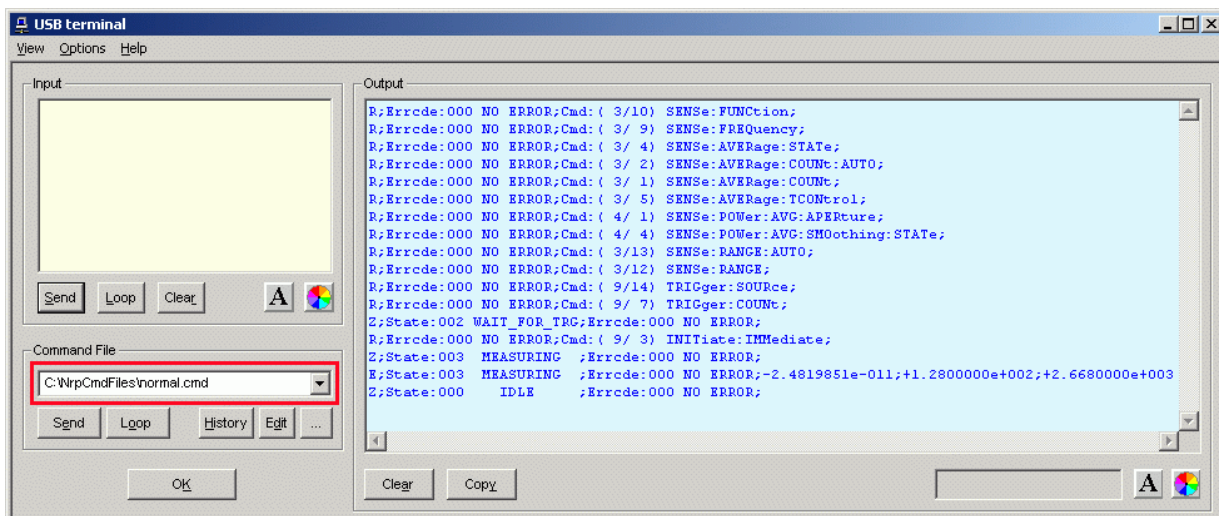

Bild 3-2 Senden von Befehlen über Command Files
| Bild 3-2 | Senden von Befehlen über Command Files .....                              | 3.2  |
- Die Befehle oder Befehlsfolgen werden in Befehlsdateien (*command files*) gespeichert. Diese Befehlsdateien lassen sich z. B. mit einem Texteditor erstellen und abspeichern. Danach kann beliebig oft darauf zurück gegriffen werden (Bild 3-2). In Tabelle 3-2 sind die dem Listenfeld **Command File** zugeordneten Buttons beschrieben.